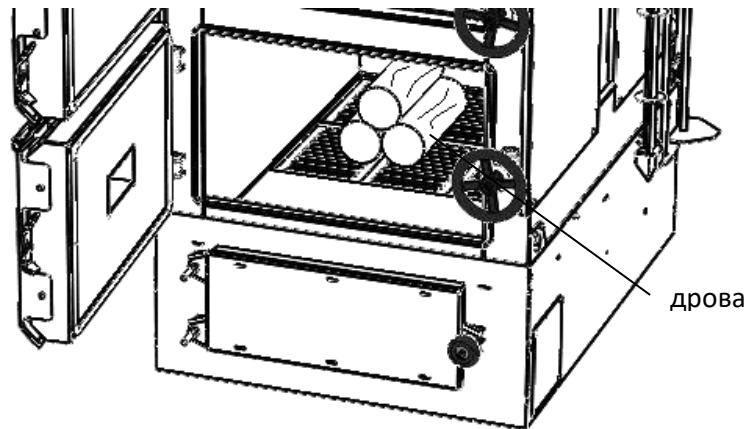

Рис. 17
- 2.7.5** Вручную разжечь дрова/уголь (см. рис. 17) при отсутствии автоподжига.